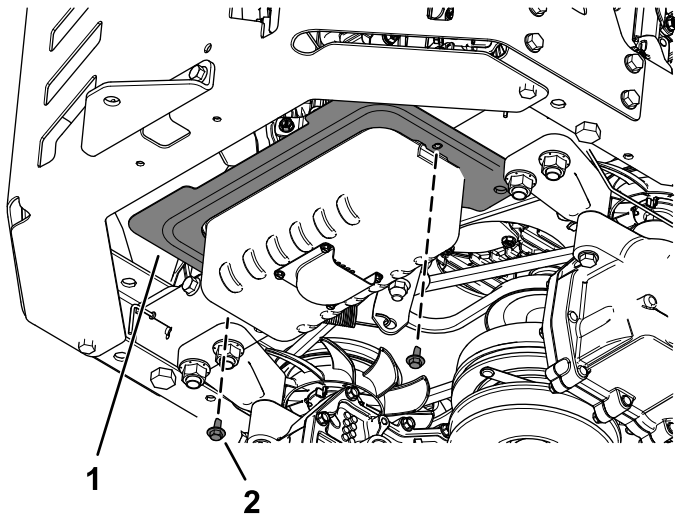

Bild 1
3. Entfernen Sie die zwei vorhandenen Schrauben und das Wärmeschutzblech und werfen sie weg, wie in **Bild 1** abgebildet.